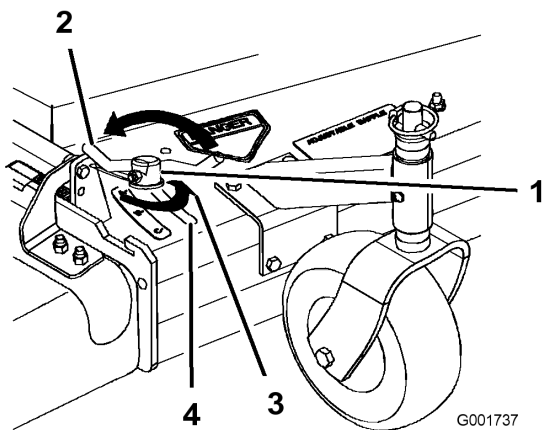

Figura 15
3. Para ajustar el bloqueo de leva, levante la palanca para aflojar el bloqueo de leva (Figura 15).
5. Devuelva la palanca a su posición original para apretar el deflector y el bloqueo de leva (Figura 15).